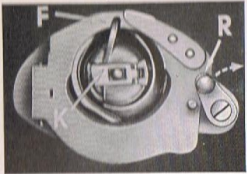

Abb. 11 Das Herausnehmen der Spule
**Das Herausnehmen der Spule** (Abb. 11). Man erfasse unterhalb der Maschine bei hochgestelltem Fadenanzughebel mit Daumen und Zeigefinger der linken Hand die Spulenhülsenklinke K und ziehe die Spulenhülse heraus. Bei geöffneter Klinke wird die Spule in der Hülse festgehalten. Nach Loslassen der Klinke und Kippen der Hülse fällt die Spule heraus.
gestelltem Fadenanzughebel so auf den Zentrumsstift des Schiffchenkörpers, daß ihr Stellungsfinger F (Abb. 11) in die Kerbe der Schiffchenbahn eingreift. Die Spulenhülse muß dabei gut in das Schiffchen hineingedrückt werden, damit die Klinke nach Loslassen in die Rille des Zentrumsstiftes einschnappen kann; denn nur so ist sie gegen Herausfallen geschützt.